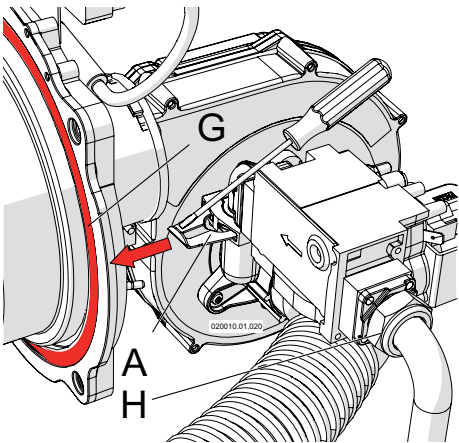
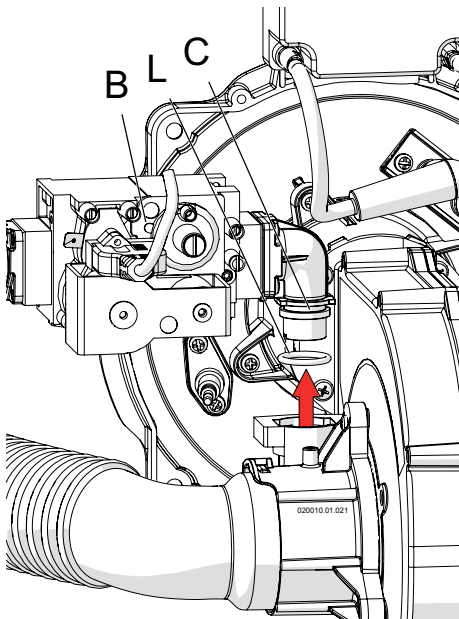

Figura 15.2 - Smontaggio valvola gas
Figura 15.3 - Sollevamento valvola gas
- 6 - Svitare il raccordo "H" di figura 15.2;
- 7 - Con l'aiuto di un cacciavite rimuovere la forcella "A" di figura 15.2;
- 8 - Rimuovere la valvola gas con il raccordo "C" come in figura 15.3 (facendo attenzione all'OR "L" di figura 15.3);
- 10 - Reinstallare la valvola gas facendo attenzione alla corretta posizione dell'OR "L" di figura 15.3 e alla guarnizione del raccordo "H" di figura 15.2;
- 13 - Verificare che non vi siano perdite dal raccordo "H" di figura 15.2;